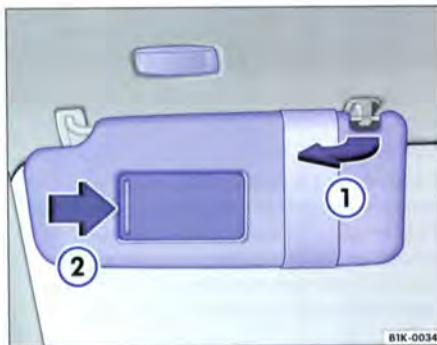

Fig. 42 Pare-soleil côté conducteur
les portes ⇒ fig. 42 ①. En outre, vous pouvez déplacer les pare-soleil en arrière dans le sens de la longueur.